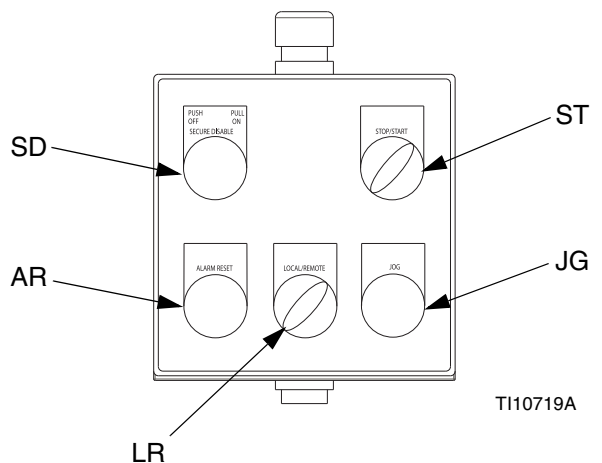

ABB. 4: Lokale Steuereinheit
Die lokale Steuereinheit enthält fünf Regler. Siehe ABB. 4.
1. Den START/STOP-Schalter (ST) auf STOP stellen. Siehe ABB. 4.
2. Den SICHERUNGS-/AUSSCHALTER (SD) hereindrücken.
3. Den START/STOP-Schalter (ST) auf STOP stellen. Siehe ABB. 4.
3. Den SICHERUNGS-/AUSSCHALTER (SD) hereindrücken.
4. Den START/STOPP-Schalter (ST) auf STOP stellen. Siehe ABB. 4.
5. Den SICHERUNGS-/AUSSCHALTER (SD) herausziehen.